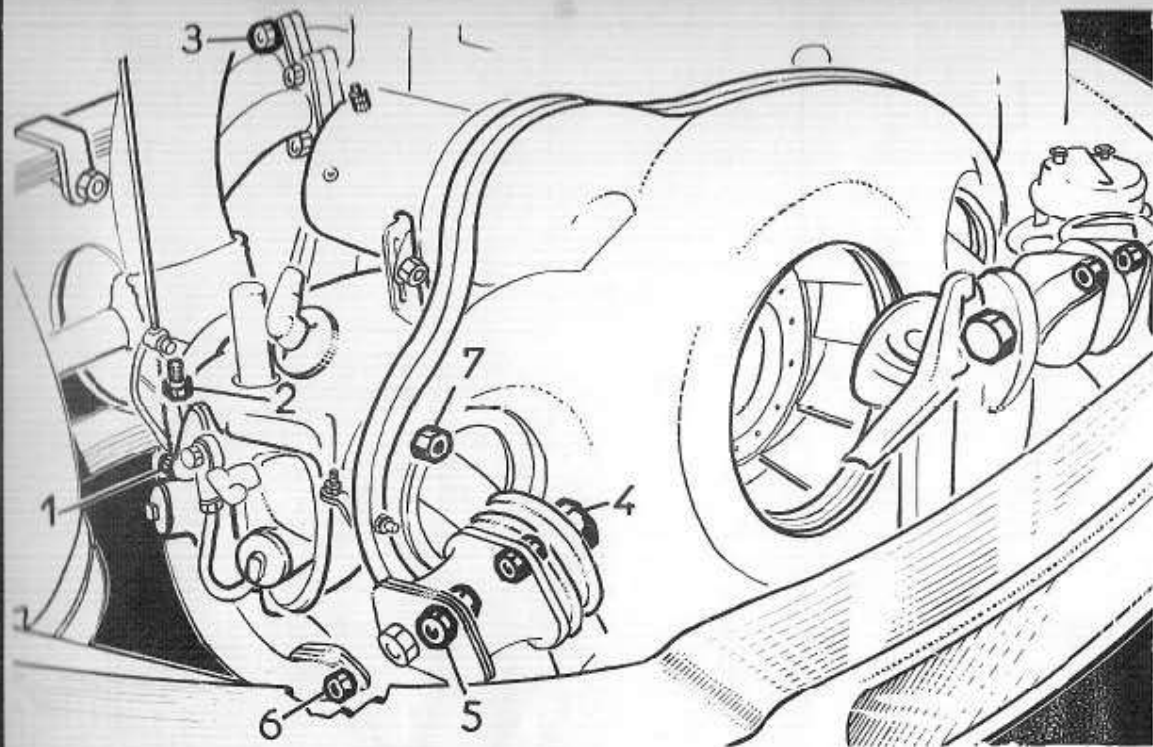
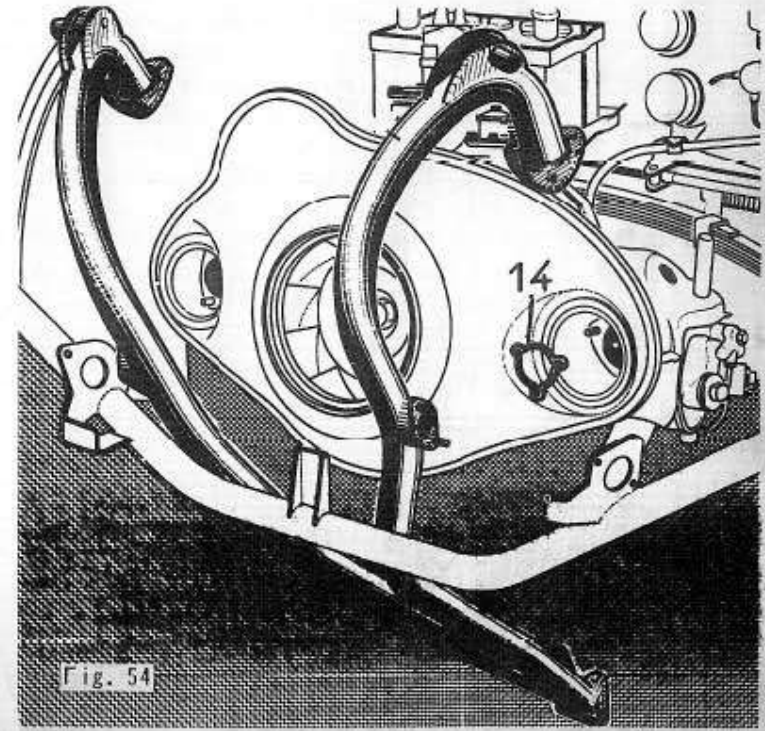

Fig. 51
Fig. 54
135/A - DEPOSE du MOTEUR (Fig. 51 à 54) Après avoir coupé le robinet de batterie ou débranché la borne,
- 18) Dégager la tubulure d'échappement en la tirant vers l'avant et en la soulevant (Fig. 54). Retirer les ressorts d'appui (14)
135/B - POSE du MOTEUR (Fig. 51 à 54)
- 5) Positionner les deux ressorts d'appui (14) sur les goujons des cylindres. Engager les tubulures d'échappement (Fig. 54) dans le sens contraire de la dépose. Placer les brides sur les goujons, poser les écrous (7 - Fig. 51), sans les bloquer.